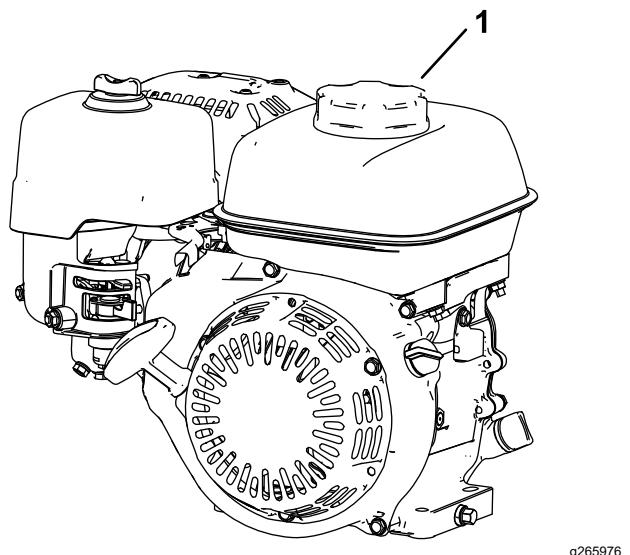

Figura 5
3. Limpie alrededor del tapón de combustible y retírelo (Figura 5).